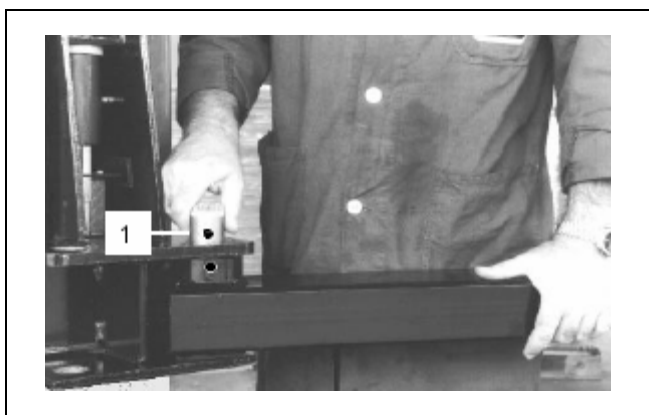

Рис. 47
3. Вставьте кронштейны в опоры кареток, и установите фиксирующие штифты в отверстия, как показано на Рис. 47. После завершения операции, отверстия штифтов (место установки винта M14 без головки) на кронштейне должно совпадать с отверстием M14 на опоре каретки (Рис.47).